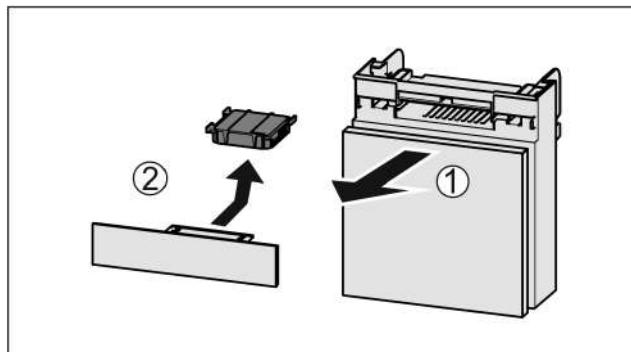

Fig. 34
- Потягніть Fig. 34 (1) відділення вперед.
- Витягнути Fig. 34 (2) фільтр з активованого вугілля.